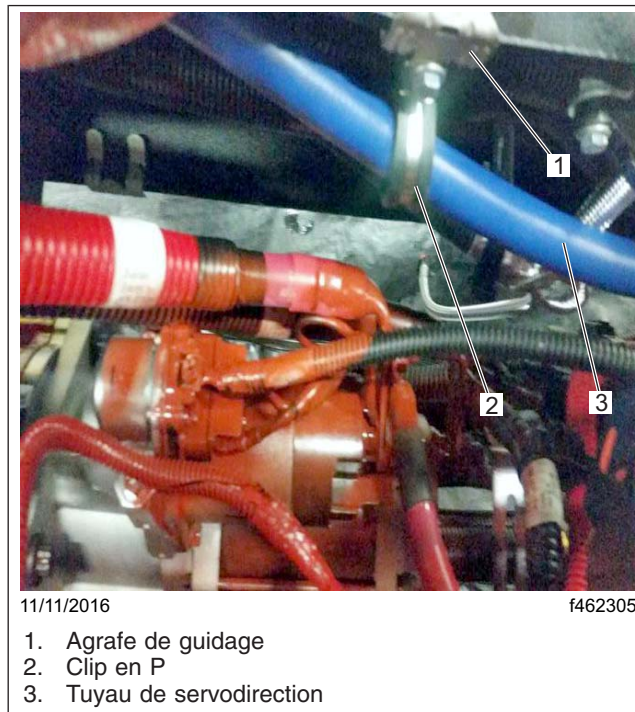

Fig. 1, Tuyau de servodirection avec clip en P (corps retiré pour plus de clarté sur l'illustration)
- 6.1 Si le flexible hydraulique de la direction assistée est maintenu en place par un clip en P à proximité du goujon de démarreur, aucune intervention n'est nécessaire. Reportez-vous à la figure 1. Nettoyez un emplacement sur l'étiquette de base (formulaire WAR259). Écrivez le numéro de rappel FL762 sur un autocollant de parachèvement (formulaire WAR260) et apposez-le sur l'étiquette de base.
2. A l'aide d'un clip en P, un boulon, un écrou et une rondelle, fixez le tuyau flexible de la direction assistée sur l'agrafe de guidage. Reportez-vous à la figure 1. Serrez l'écrou à 813 N·cm (72 lbf·po).